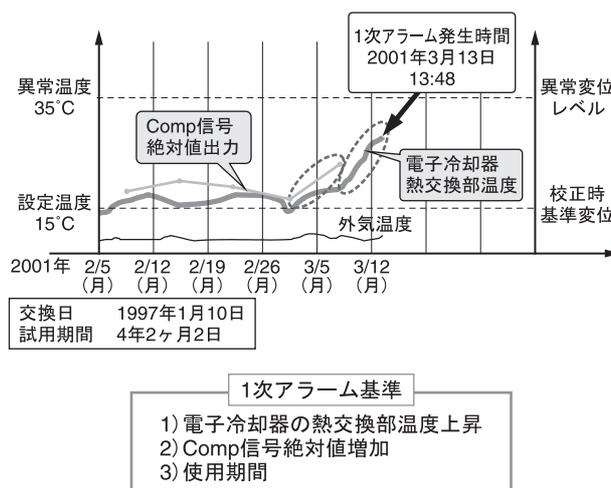

図6 煙道排ガス分析装置の動作状態のリモート監視
**酒井** 確かに、役割分担はコスト面からも重要です。ある電力系のユーザの煙突に取り付けた窒素酸化物濃度測定装置をリモートメンテナンスした時の検討事例です。厳しい経済状況下、ユーザさんも経費削減が大きな課題です。そこで、電力会社さんと協力して、場内十数个所の分析計のデータを無線で管理事務所へ飛ばすシステムを検討しましたが、この時分析計の異常を事前検知できるモニタ機能も一緒に組み込むことが重要です。具体的には、電子クーラーの温度と水分干渉補正用検出器の絶対出力のモニタリングです。図6に示すように、両者は同時にドリフトを始めており、故障の前兆です。このような判断には相応の経験と勘が必要となりますが、管理事務所から当社のサービスステーションにデータを送ってもらい、対応することを考えています。どうもここらあたりになると人それぞれの能力に左右されてしまい、今日の主題であるEESの話とはだんだん離れていくような気がしますね(笑)。